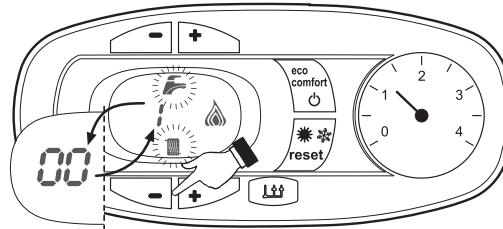

Рис. 18. Режим TEST
2) Включите на котле режим «Тест» (см. рис. 18), для чего: